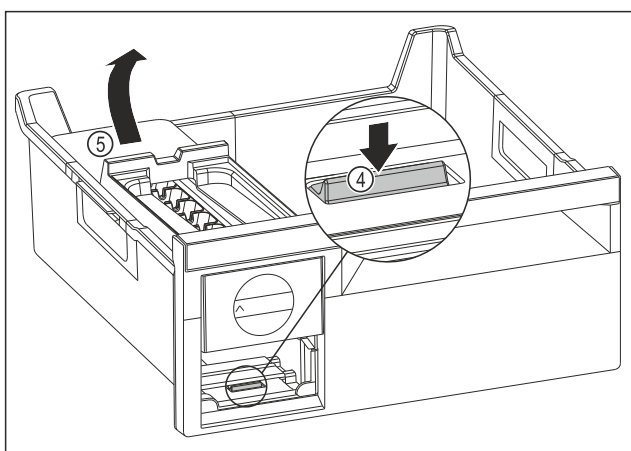

Fig. 144
- ▶ 取出 EasyTwist-Ice 机身：用手指朝下按压接片 Fig. 144 (4) 并同时从后面用另一只手提升 EasyTwist-Ice 机身 Fig. 144 (5)。